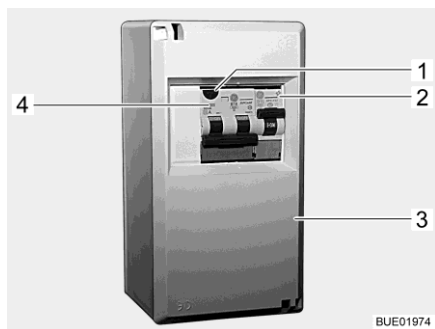
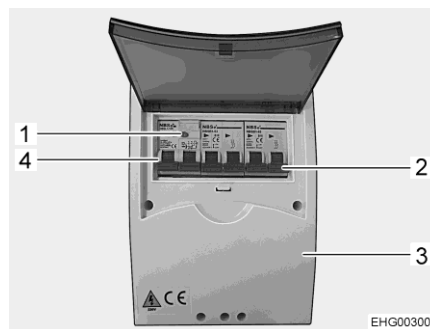

Bild 122 230 V-säkringslåda
Bild 123 230 V-säkringslåda (variant)
- Koppla från ledningsskyddsbrytarna (Bild 122,2, Bild 122,4 eller Bild 123,2, Bild 123,4) i säkringslådan (Bild 122,3 eller Bild 123,3).
- När fordonen är anslutet till 230-V-försörjningen, tryck på kontrollknappen (Bild 122,1 eller Bild 123,1) på den kombinerade jordfels-/ledningsskyddsbrytaren (Bild 122,4 eller Bild 123,4) i säkringslådan (Bild 122,3 eller Bild 123,3). Jordfelsbrytaren måste lösa ut.